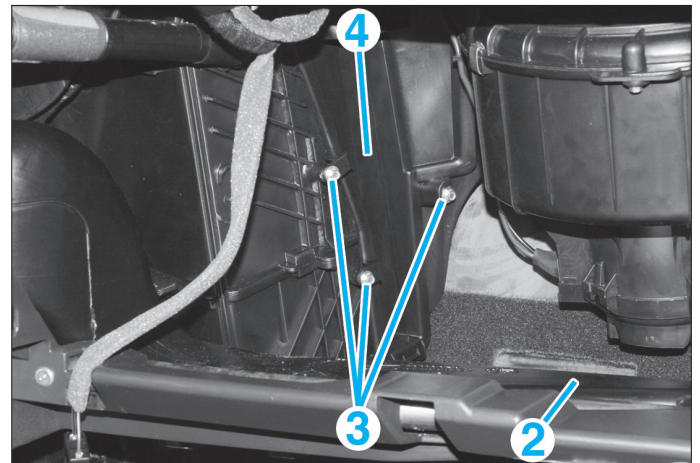
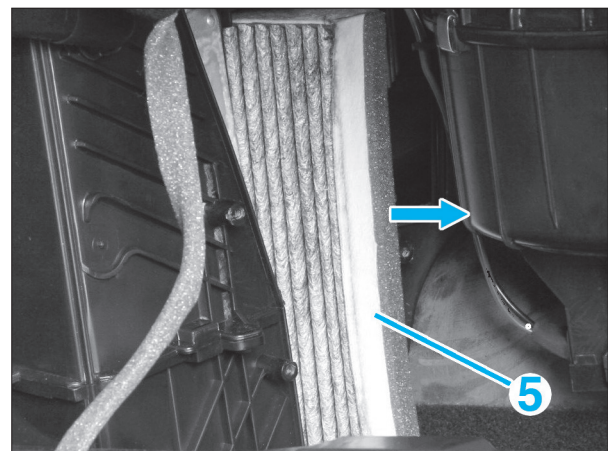

FIG. 6
FIG. 7
- la gaine d'air (2) (fig. 6).
- les vis de fixation (3) du couvercle (4) de filtre d'habitacle.
- le couvercle (4) du filtre à air d'habitacle.
- le filtre à air d'habitacle (5) (fig. 7).
- Déposer la canalisation (2) de passage d'air aux pieds côté passager (fig. 6).